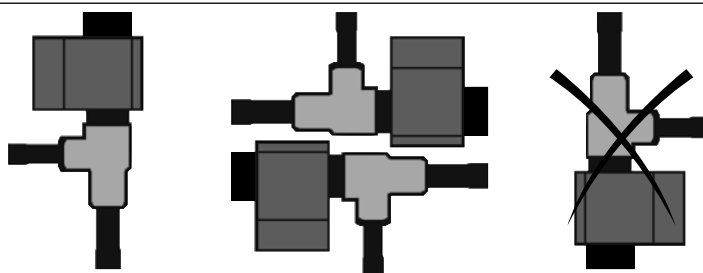

Fig. 2.
- 3) The valve can be mounted in any position, except with the coil pointing downwards (see Fig. 2).
- 3) La valvola può essere montata in qualsiasi posizione purché la bobina non sia orientata verso il basso (vedi Fig. 2).